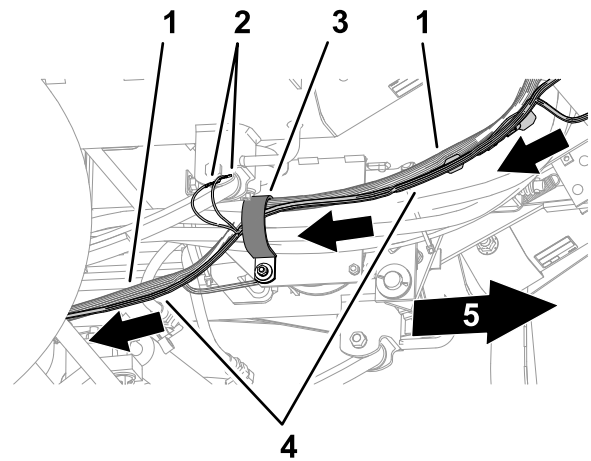

Figura 38
1. Enrute la rama de 71 cm del arnés de cables, la rama de 89 cm del arnés de cables y el mazo principal de 452 cm del arnés de cables a través de la abrazadera en R que sujeta las mangueras de la dirección, situada debajo de la chapa de suelo y por adelante del eje delantero (Figura 38).